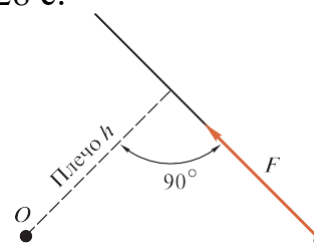

Рисунок 3.1 - Момент силы
*Моментом силы относительно точки называется произведение модуля силы на ее плечо (рис.3.1):*